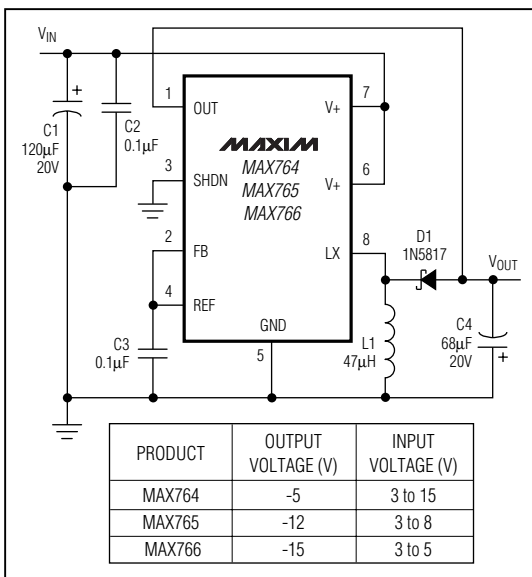

図2. 固定出力電圧動作
**Note 2:** Circuit of Figure 2.
CIRCUIT OF FIGURE 2,  $V_+ = 5V$ ,  $I_{LOAD} = 100mA$ ,  $V_{OUT} = -5V$
CIRCUIT OF FIGURE 2,  $V_+ = 5V$ ,  $V_{OUT} = -5V$
CIRCUIT OF FIGURE 2,  $V_{OUT} = -5V$ ,  $I_{LOAD} = 100mA$
CIRCUIT OF FIGURE 2,  $V_+ = 5V$ ,  $V_{OUT} = -5V$ ,  $I_{LOAD} = 140mA$
CIRCUIT OF FIGURE 2,  $V_+ = 5V$ ,  $V_{OUT} = -5V$ ,  $I_{LOAD} = 80mA$
CIRCUIT OF FIGURE 2,  $V_+ = 5V$ ,  $V_{OUT} = -5V$ ,  $I_{LOAD} = 240mA$
図2及び図3にこれらの素子の標準的なアプリケーション回路を示します。これらの構成ではICは入力(V+)と出力(VOUT)の総電圧差によって駆動されます。この方式の利点は内部PチャネルパワーMOSFETのゲートに印加される信号が最大になることです。これによりゲート駆動電圧が高くなり、スイッチのオン抵抗が減少し、DC-DCコンバータの効率が高まります。